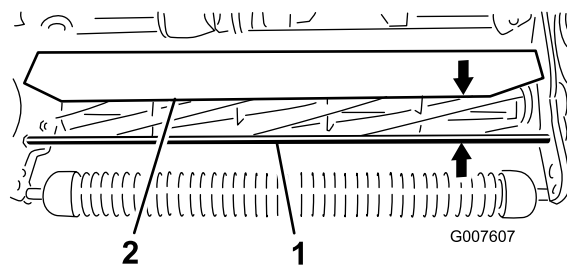

Figura 45
1. Mida la distancia desde la parte superior de la varilla de soporte delantera hasta el borde delantero del deflector en cada extremo de la unidad de corte (Figura 45).